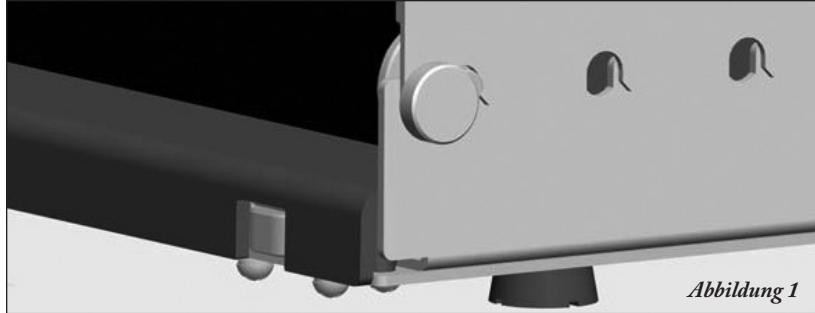

Abbildung 1
1. Drehen Sie den runden Sicherungsknauf gegen den Uhrzeigersinn, bis er lose ist. Er muss nicht vollständig herausgeschraubt werden. (Abb. 1)